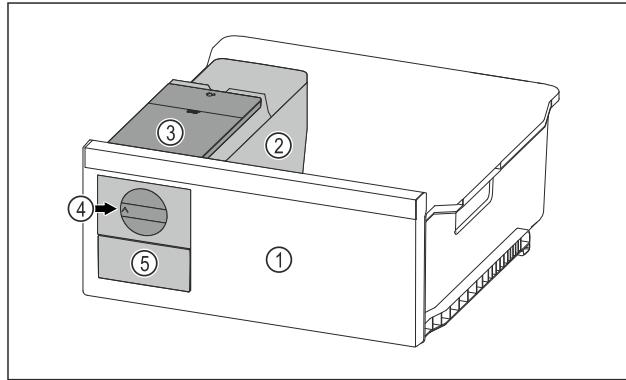

Fig. 97 Примерное изображение
- Поверните поворотную кнопку Fig. 97 (4) по часовой стрелке до упора.
- Кубики льда упадут из ванночки для кубиков льда в выдвижной ящик для кубиков льда Fig. 97 (5). Если не все кубики льда извлекаются из ванночки для кубиков льда: